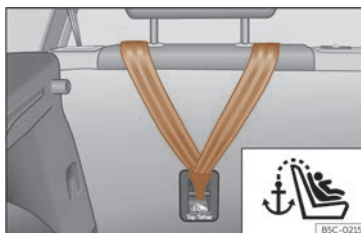

Abb. 43 Rückseite der Rücksitzbank: Verankerung für den Top Tether Haltegurt.
Kindersitze mit dem Top Tether-System sind mit einem Gurt für dessen Befestigung am Verankerungspunkt des Fahrzeugs ausgestattet. Dieser Verankerungspunkt befindet sich im hinteren Teil der Rückenlehne des Rücksitzes und des Beifahrersitzes ¹⁾ (mit dem Symbol  gekennzeichnet) und bietet einen besseren Rückhalt >>> (Abb. 43), >>> (Abb. 44).
- Den Haltegurt verschieben und ordnungsgemäß an der Verankerung des hinteren Teils der Rücklehne befestigen >>> (Abb. 43), >>> (Abb. 44).